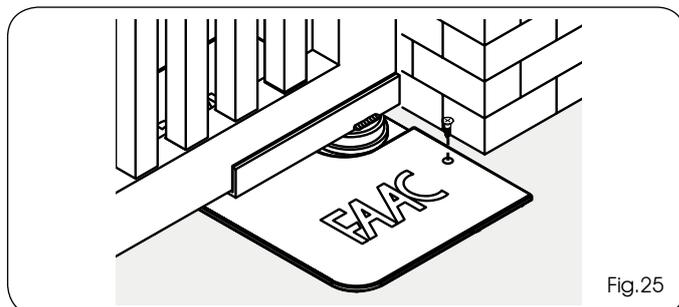

Fig.25
- 4) DESTORNILLE el tornillo (Fig.25 ref.B) de final de carrera en cierre (Fig.25 ref. ①), hasta que la hoja dé señales de movimiento.